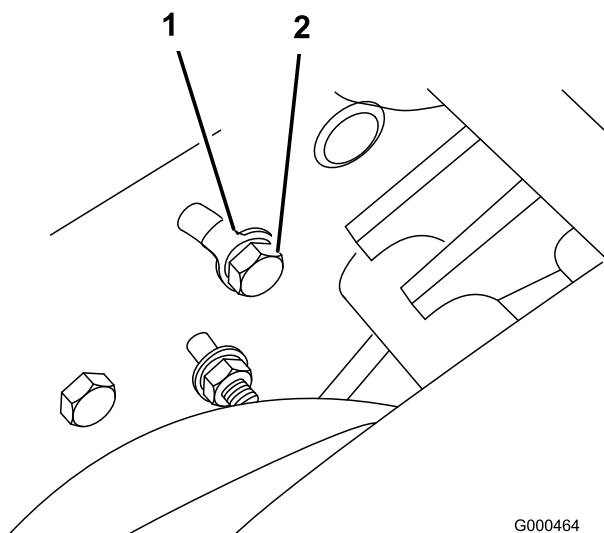

Figura 40
A. Desaperte a cavilha, localizada na parte de trás da placa lateral, que fixa o suporte intermédio à placa lateral (Figura 40).